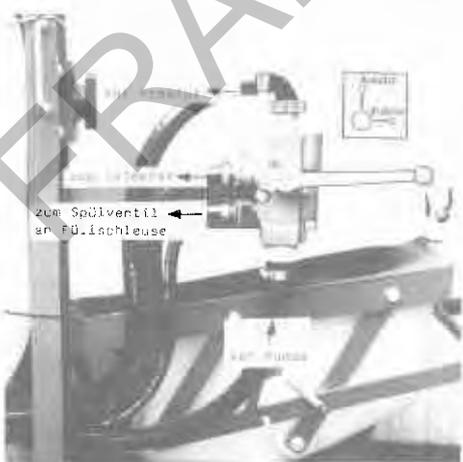

Abb. 34
Die Druckschnellverstellung kann mit der Halterung (569) rechts oder links am Grundrahmen montiert werden. Bei reinem Injektorbetrieb wird die Druckschnellverstellung links am Rahmen montiert. Beim Betrieb mit Füllschleuse wird sie rechts montiert Abb. 34.
**Betrieb:** Zum Betrieb der Druckschnellverstellung mit IF 4 ist im Behälter eine Flüssigkeitsmenge von mindestens 20 l erforderlich. Zum Injektorbetrieb muß der Hebel der Druckschnellverstellung von der senkrechten Stellung "Spritzen" in die waagerechte Stellung "Füllen" gebracht werden Abb. 34. In dieser Stellung wird der Flüssigkeitsstrom auf ca. 18 bar angestaut und dann zum Injektor umgeleitet. Im Injektor wird Unterdruck erzeugt und der Füllvorgang kann beginnen. Gefüllt wird entweder durch direkten Anschluß des FU 4 an den IF 4 oder über die Füllschleuse. Nach Beendigung des Füllvorganges den Hebel an der Druckschnellverstellung wieder in Stellung "Spritzen" bringen.
Die vormontierte Füllschleuse wird mit 4 Schrauben an den Rahmen des Grundgerätes Abb. 38 geschraubt. Vom Injektor die Schlauchkupplung (527) an die Füllschleuse Punkt a Abb. 39 versetzen. Den Saugschlauch (536-539) an Injektor und an Füllschleuse Punkt b Abb. 39 anschrauben. Den Druckschlauch mit Spülventil an Druckschnellverstellung einstecken Abb. 34 dazu ist vorher der Stopfen (581) zu entfernen.